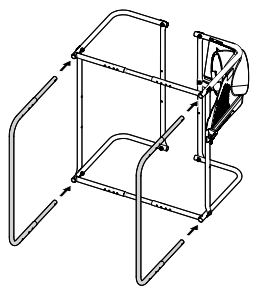

Figura 10
14. Inserte los tubos con forma de U en los montajes de estructuras izquierda y derecha deslizando los tubos de ajuste dentro de los tubos esquineros, como se ilustra en la Figura 10.